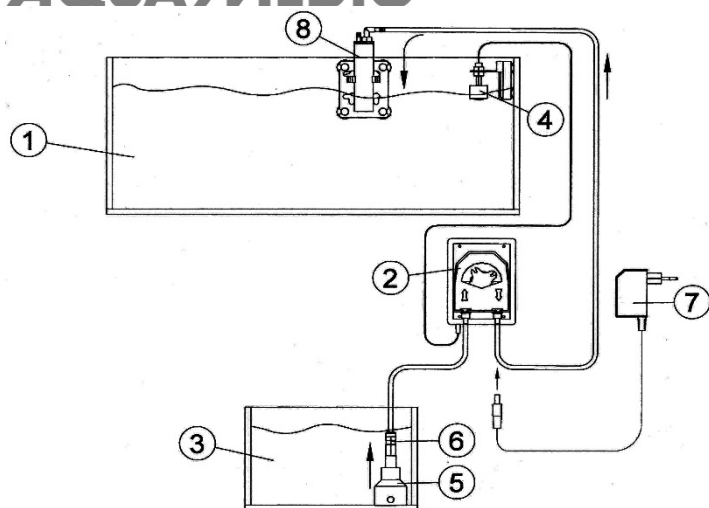

Fig. 1: Método de instalación para dosificar desde una urna de almacenamiento
El Niveaumat comprende las siguientes partes (Fig. 1):
- La bomba se ceba automáticamente y deberá ser montada por encima del nivel del agua del líquido almacenado en el tanque (ver Fig. 1).
- La salida siempre deberá quedar colocada encima del acuario o el sumidero. Si la bomba se para con el eje en la posición horizontal entonces la bomba no actuará como válvula antiretorno. El hueco de aire entre la manguera de salida y el nivel máximo de agua previene que el agua del acuario sea sifonada de nuevo hacia el tanque de almacenaje (ver Fig. 1).